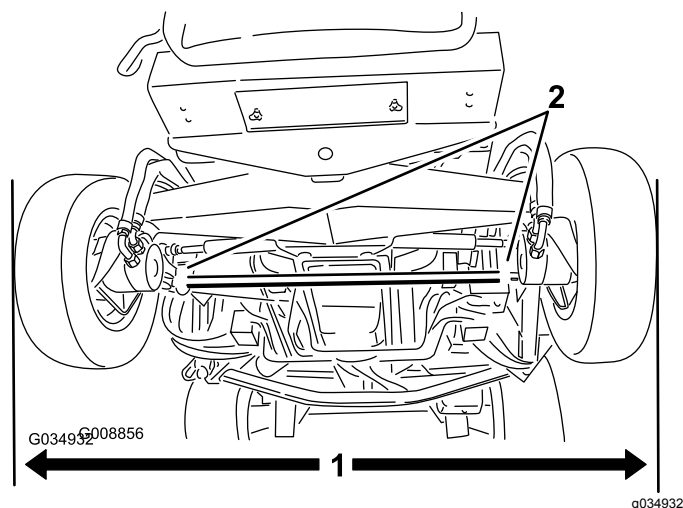

Bild 105
1. Wenn die Hinterreifen gerade stehen, messen Sie den Außenabstand (auf Achshöhe) vorne und hinten an den Hinterreifen (Bild 105).
2. Lockern Sie zum Einstellen der Vorspur die Klemmen an beiden Enden der Spurstangen (Bild 105).